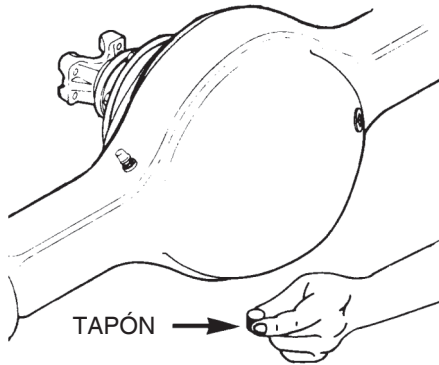

Figura 01
- Retire el tapón de drenaje, ubicado en la parte inferior del bulbo de la carcasa y drene todo el aceite existente (figura 01).